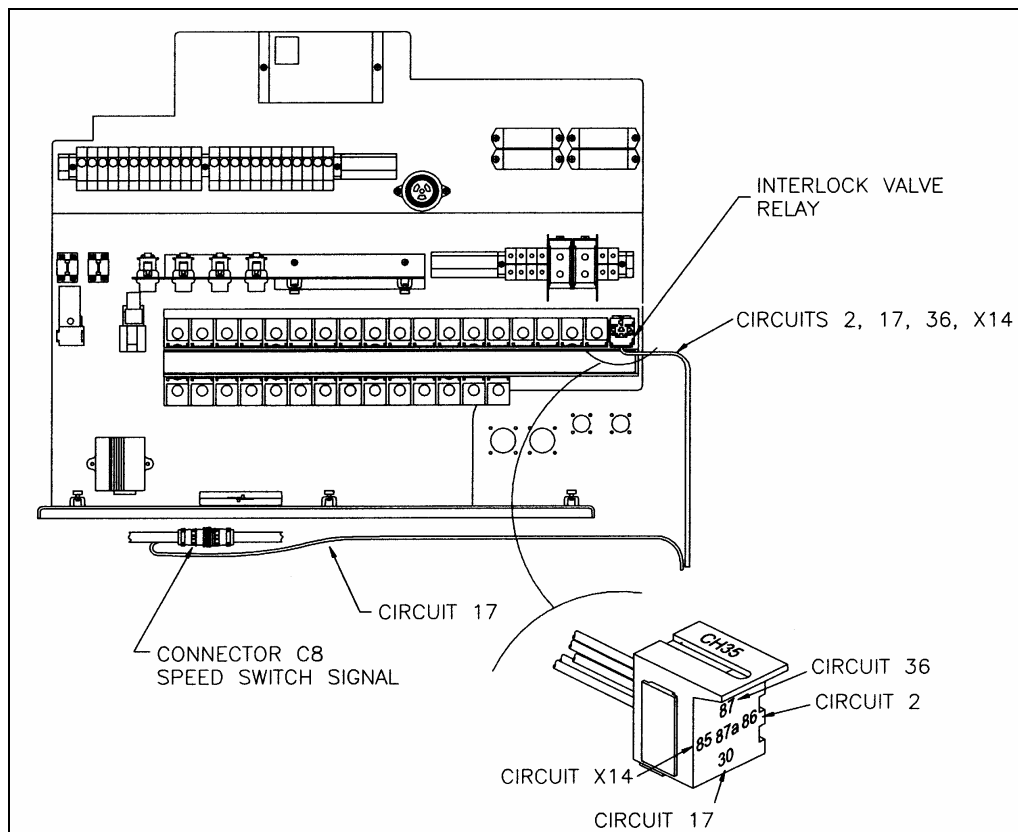

FIGURE 5: EMBLACEMENT DU RELAIS À L'INTÉRIEUR DU COMPARTIMENT ÉLECTRIQUE
4. Installer le relais du distributeur de verrouillage sur le support de relais à la position la plus à droite possible (voir la figure 5).
10. Insérer cette cheville dans la position 86 de la base de relais (voir la figure 5).